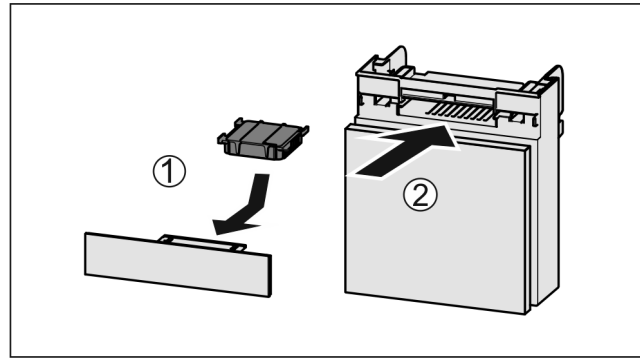

Fig. 40
- Вставити фільтр з активованого вугілля за малюнком Fig. 40 (1).
- Вставити відділення Fig. 40 (2).